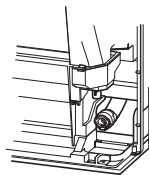

Fig. 4
- Ao orientar a tubagem de drenagem, certifique-se de que a mangueira de drenagem (1) é orientada de acordo com o indicado. (Fig. 4)
- 4) Trabalho de abocardamento (Fig. 4, 5). Mantenha firmemente o tubo de cobre na dimensão apresentada na tabela. Selecione A mm na tabela de acordo com a ferramenta utilizada.